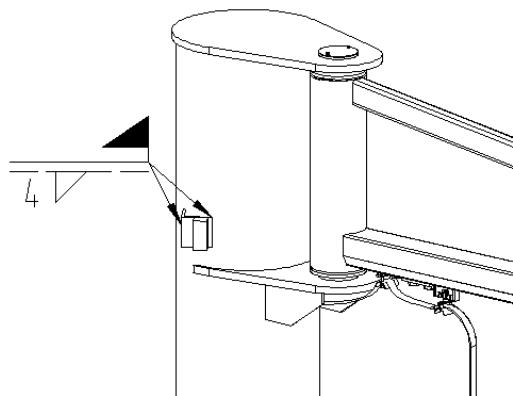

图 7A
7.1 用于定柱式旋臂起重机（图 7A）
- 将旋臂旋转到一个方向的最大方位，一般距下耳板 100mm 位置（如图 7A）。